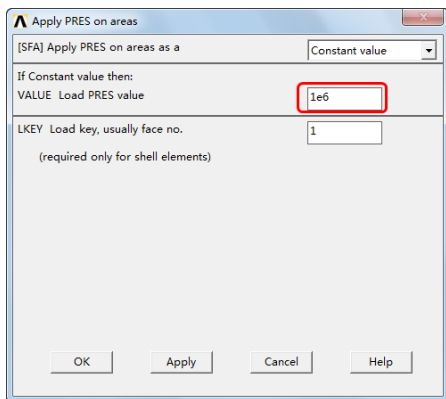

图 8-54 定义压力的大小
③打开“Apply PRES on areas”对话框，在“Load PRES value”文本框中输入“1e6”，单击“OK”按钮，如图 8-54 所示。